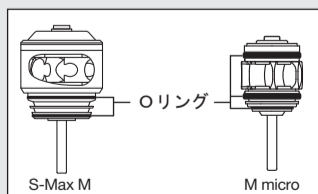

図 38
- ・カートリッジの Oリングが、正しく取り付けられているか確認してからセットしてください（図 38）。